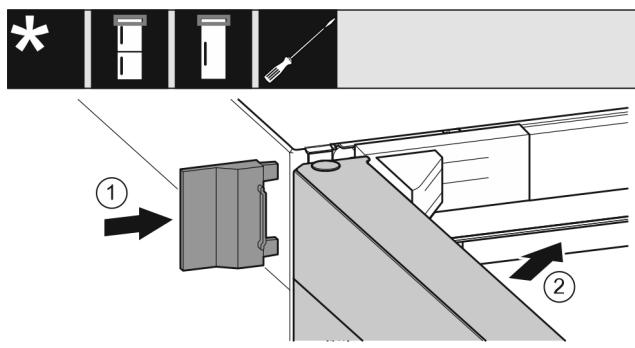

Fig. 23
- Skyv på det ytre dekselet Fig. 23 (1).
- Lukk den øvre døren Fig. 23 (2).